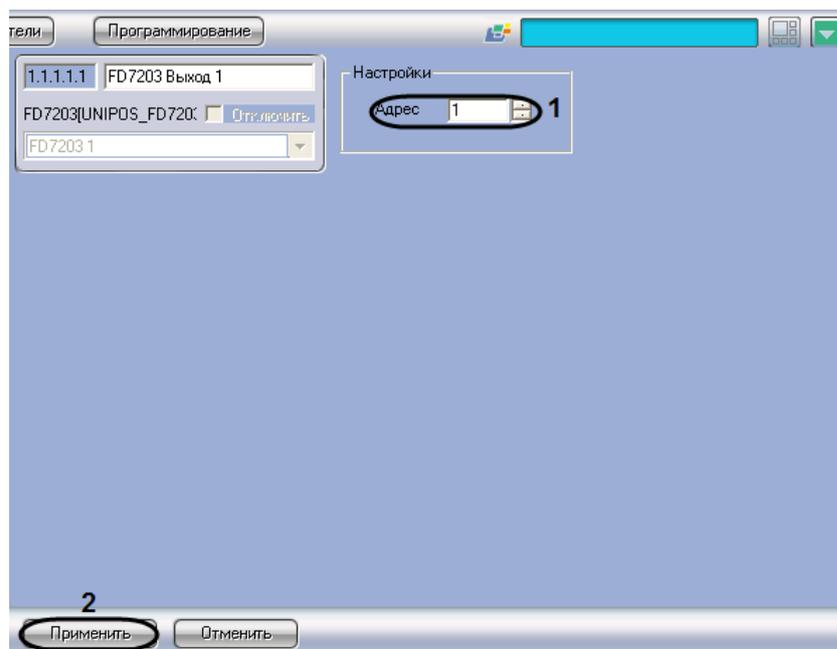

Рис. 3.6-7 Настройка выходов адресного модуля FD7203
1. Перейти на панель настройки объекта **FD7203 Выход** (Рис. 3.6-7).
2. В поле со списком **Адрес** ввести адрес выхода модуля *FD7203* (см. Рис. 3.6-7, **1**).
3. Для сохранения настроек во внутренней базе данных ПК *Интеллект* нажать кнопку **Применить** (см. Рис. 3.6-7, **2**).